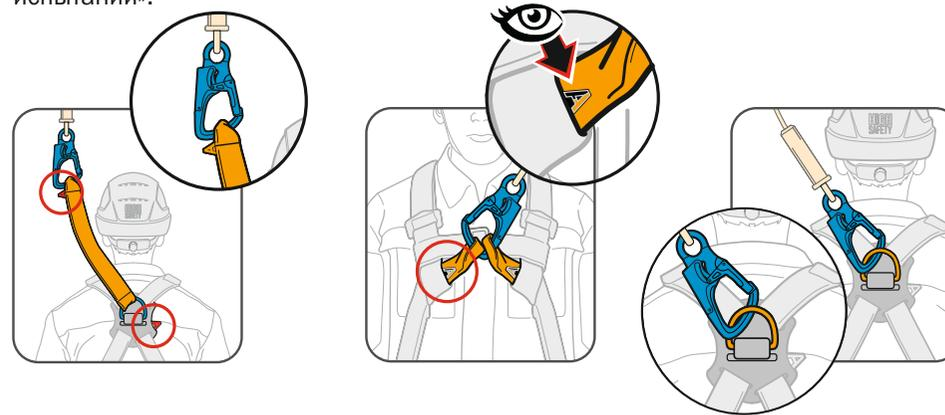

Рис. 13 Соединение СЗВТ BEKAS с точками крепления на привязи.
4. Присоединить СЗВТ при помощи карабина на конце стропа к точке крепления на привязи с маркировкой «А» (буква «А» должна быть полностью закрашена) (рис. 13) или соединив одновременно с двумя точками крепления, обозначенными половиной буквы «А».